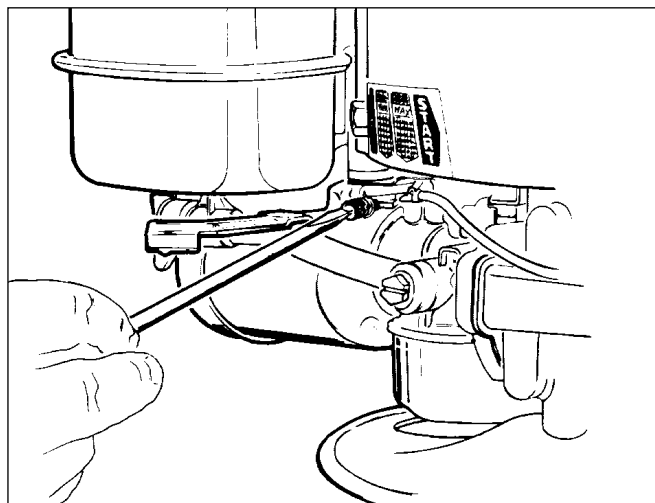

Abb. 5
- Drehen Sie die Schraube gegen den Uhrzeigersinn, um die Drehzahl zu vermindern (Abb. 5).